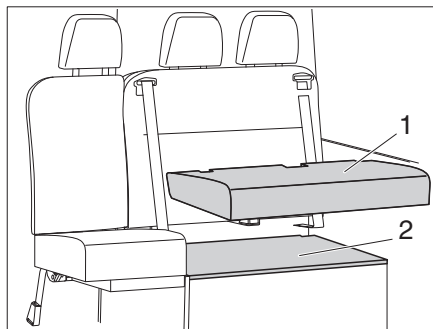

Figura 46 Colocar el cojín del asiento
- Colocar la tapa del compartimento (Figura 46,2) y del cojín del asiento (Figura 46,1).